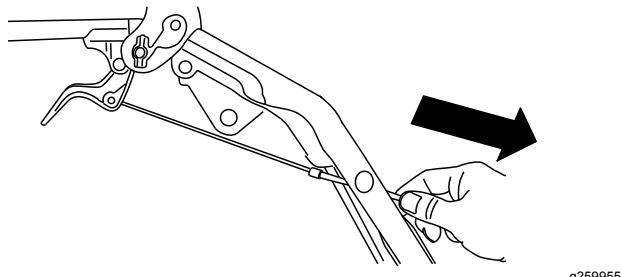

Figura 8
4. Tirate la guaina del cavo delicatamente verso il basso fino a quando la leva della frizione ruote non è abbassata ed è stato rimosso l'allentamento del cavo, poi serrate saldamente il dado del serrafilo (Figura 8).